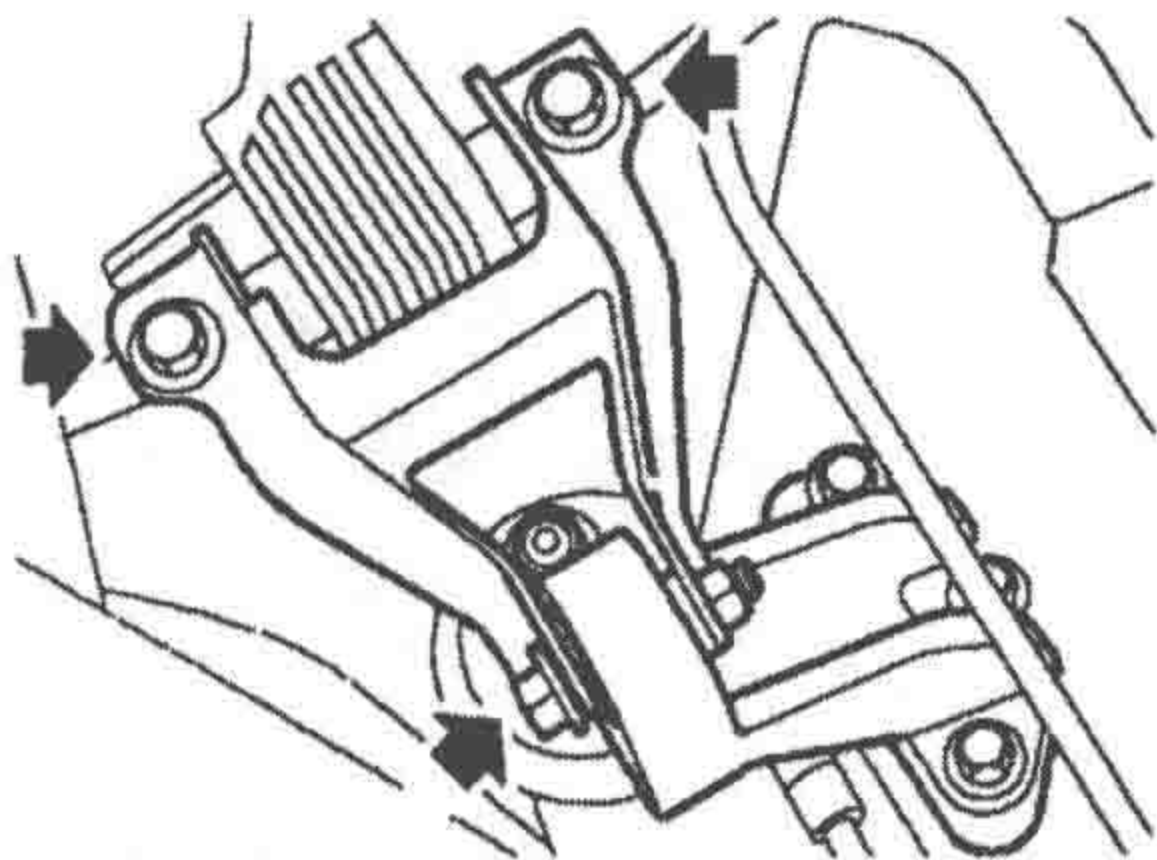

图 1-1-1 松开螺栓
- ① 断开蓄电池负极电缆。
- ② 拆下正时带前上盖。
- ③ 用千斤顶支撑发动机。
- ④ 松开把发动机右上系杆固定到发动机右托架上的螺栓，如图 1-1-1 所示。
- ⑤ 拧下把发动机右上系杆固定到发动机右系杆上的 2 个螺栓，如图 1-1-1 所示。